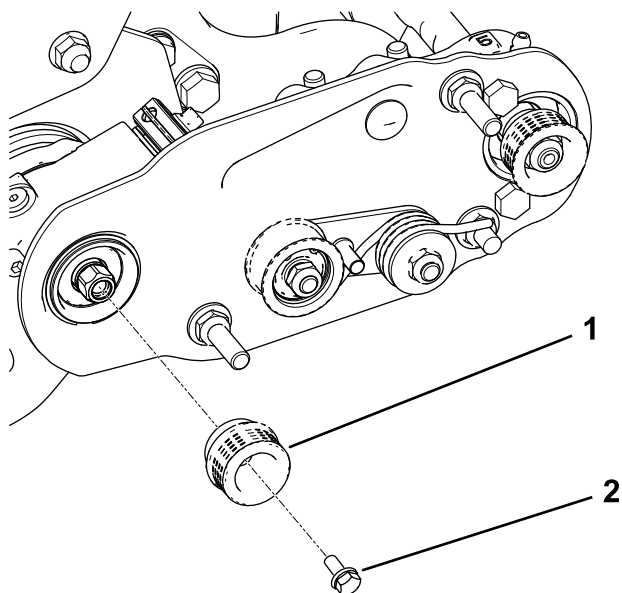

Рисунок 13
- Установите ведущий шкив на вал механической щетки (**Рисунок 13**).
- Нанесите состав 242 Loctite (синий) на болт с фланцевой головкой и используйте этот болт для крепления шкива к ведущему валу; см. **Рисунок 13**.